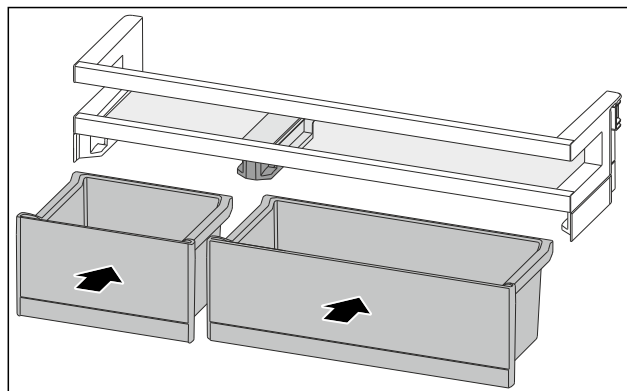

Fig. 159
- VarioBoxen in getauschter Anordnung einsetzen. (siehe Fig. 159)